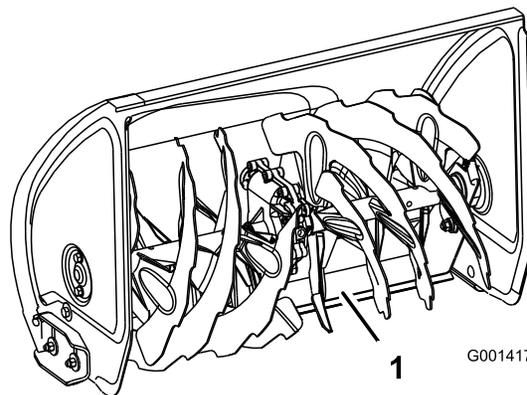

Bild 42
4. Drücken Sie die Griffe nach unten, damit die schwenkbare Schürfleiste ganz nach vorne gehen kann. Stellen Sie dann die Vorderseite der Schneefräse ab, sodass die Vorderkante der schwenkbaren Schürfleiste den Boden berührt (Bild 42).